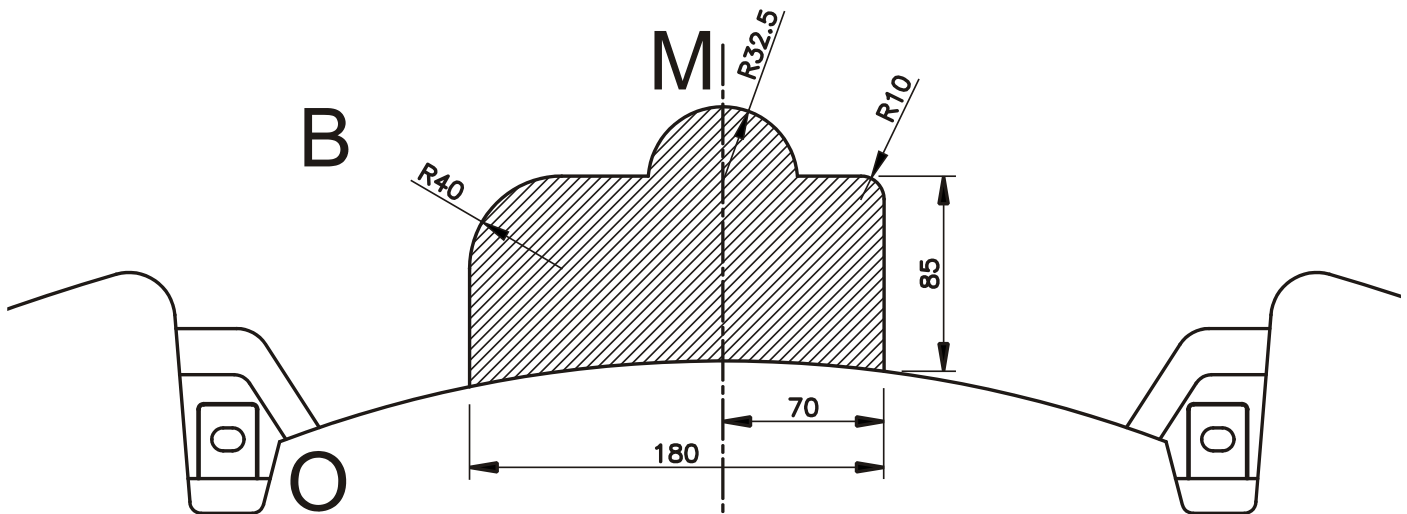

Fig. 1
2. Monteer de uitlaatoophanging (ref.2) rechts (*bij dubbele uitlaat moet ook uitlaatoophanging (ref.1) links gemonteerd worden*) op de bouten waar de stootbalk is bevestigd. Gebruik daarvoor de originele bouten.
3. Positioneer monteerstuk (ref.4) rechts in de chassisbalk tot de punten (A) passen met de voorziene boringen. Breng bouten en rondsels aan en schroef handvast.
4. Bevestig de trekhaak met de punten (B) aan de draagarm (ref.4), breng de bouten in en schroef handvast. Breng links de draagarm (ref.3) in de chassisbalk tot de punten (A) passen met de voorziene boringen in de chassisbalk en met de punten (B) in de trekhaak. Breng de bouten in en schroef alles degelijk vast (zie aanhaalmomenten).
5. Maak in de onderzijde van de bumper een insnijding volgens fig.1 en monteer de bumper terug op het voertuig.
2. Monter la suspension d'échappement (2) à droite (*en cas d'échappement double, la suspension d'échappement (1) doit également être installée à gauche*) sur les écrous où le butoir est fixé. Utiliser pour cela les écrous originaux.
3. Positionner la pièce de montage (4) à droite dans la poutre de châssis jusqu'à ce que (A) soit adapté aux forages prévus.
4. Fixer l'attelage avec les points (B) au bras-porteur (4), insérer les boulons sans serrer. Placer le bras-porteur (3) dans la poutre du châssis jusque les points (A) s'adaptent aux forages prévus dans la poutre du châssis et avec les points (B) dans l'attelage. Insérer les boulons et bien bien fixer le tout (cfr. couples de serrage).
5. Faire une découpe dans le dessous du pare-chocs, selon la figure 1 et remontez le pare-chocs sur le véhicule.
2. Montieren Sie die Auspuffaufhängung (2) rechts (*bei einer doppelten Auspuffanlage muss auch die Auspuffaufhängung links (1) montiert werden*) auf die Bolzen, an denen der Stoßfänger befestigt ist. Verwenden Sie dazu die Originalbolzen.
3. Positionieren Sie das Montierstück (4) rechts auf den Chassisträger bis (A) mit den vorgegebenen Bohrungen übereinstimmt. Bringen Sie die Bolzen und Ritseln an und schrauben Sie alles handfest.
4. Die Anhängerkupplung mit den Punkten (B) an die Trägerarmen (4) befestigen, die Bolzen einbringen ohne anzuschrauben. Links, der Trägerarm (3) im Chassisbalken bringen bis Punkte (A) mit die vorhanden Bohrungen im Chassisbalken passen und mit den Punkten (B) in Anhängerkupplung. Die Bolzen einbringen und alles entsprechend der Drehmomentenvorgabe festziehen.
5. Machen Sie an der Unterseite der Stoßstange gemäß Abbildung 1 eine Einkerbung und montieren Sie die Stoßstange wieder am Fahrzeug.